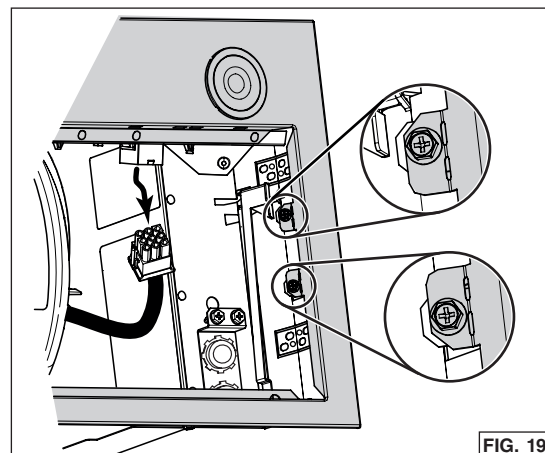

FIG. 19
5. Débrancher le câble du ventilateur de son connecteur situé sur le châssis. Démontez le châssis de la hotte en retirant ses 4 vis de retenue (deux par côté, encadrées dans la FIG. 19). Mettre de côté le châssis avec ses vis.